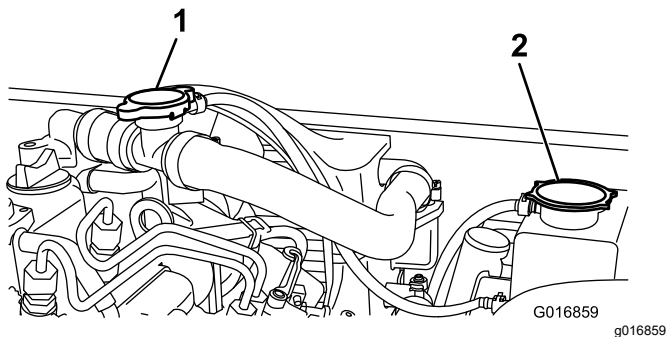

Bild 55
2. Nehmen Sie den Deckel des Kühlerausdehnungsgefäßes ab (**Bild 55**).
2. Nehmen Sie den Fülldeckel (Bild 55) ab und füllen Kühlmittel ein.
3. Setzen Sie den Fülldeckel auf und nehmen Sie den Deckel des Kühlerausdehnungsgefäßes (Bild 55) ab.